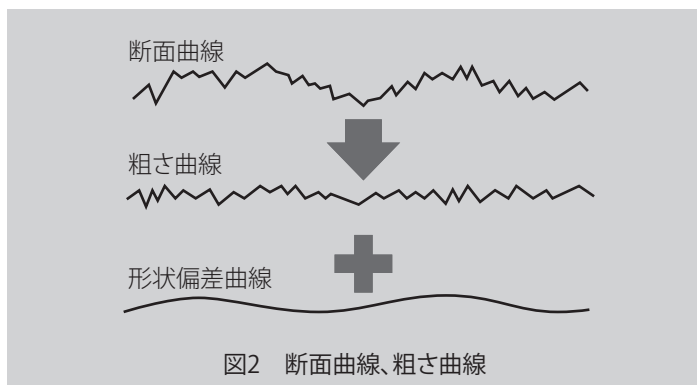

図2 断面曲線、粗さ曲線
- 表面粗さ測定では、測定物の表面粗さに応じた測定長さが決められており、測定した断面(断面曲線)には形状偏差(形状のうねり、傾き等)が含まれるため(図2)、粗さフィルタによる処理を行って形状偏差曲線(低周波成分)と粗さ曲線(高周波成分)に分離し、表面粗さは粗さ曲線を用いて評価します。